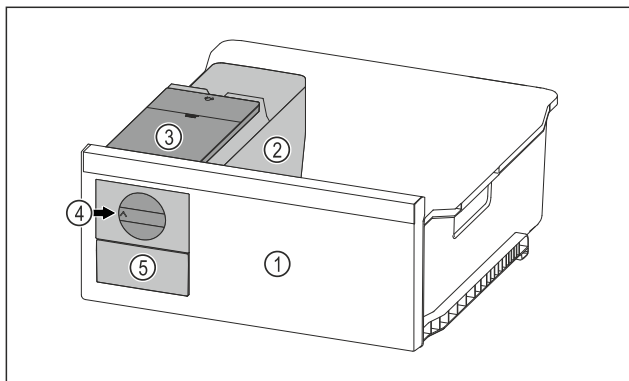

Fig. 74 Примерно изображение
- ▶ Завъртете въртящото се копче Fig. 74 (4) по часовниковата стрелка до упор.
- ▷ Ледените кубчета падат от формата за ледени кубчета в чекмеджето за ледени кубчета Fig. 74 (5).